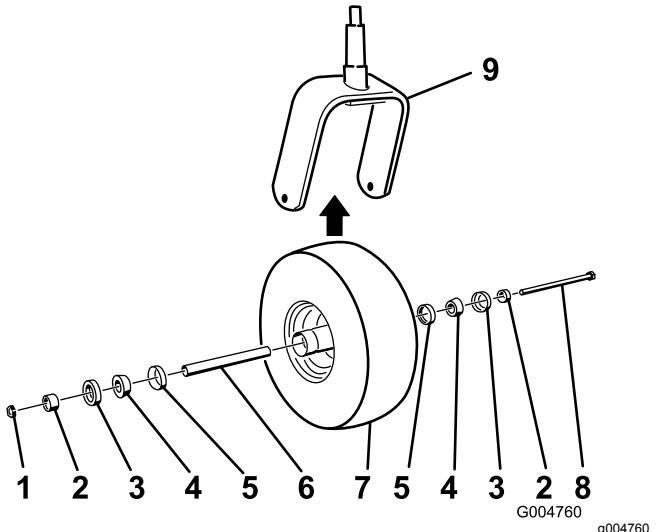

Figura 74
5. Montate la ruota orientabile premendo i cuscinetti conici e gli schermi, lubrificati con grasso, nel mozzo della ruota, posizionata come illustrato nella Figura 74.
2. Togliete il dado di bloccaggio dal bullone che fissa la ruota orientabile alla forcella (Figura 74).